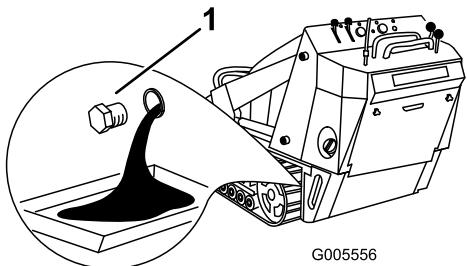

Figura 31
- Retire el tapón de vaciado (Figura 31).